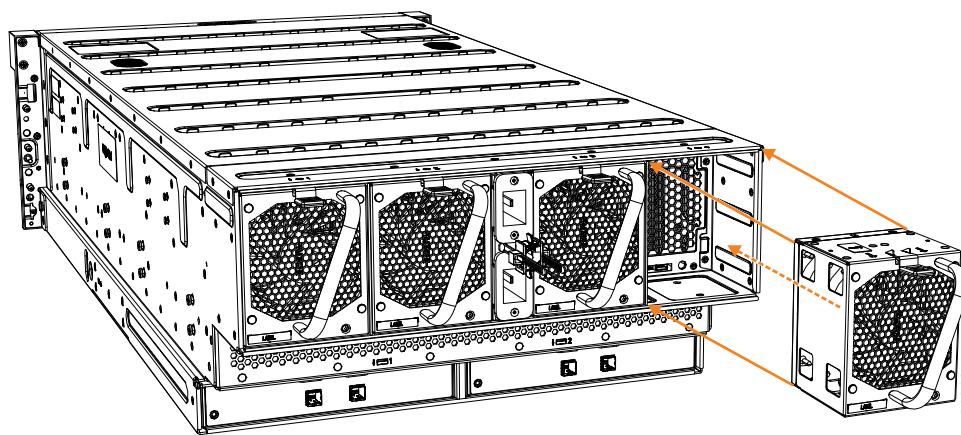

Figure 122. Retrait d'un module de ventilation
3. Utilisez la poignée pour retirer le module de ventilation du châssis du boîtier d'extension, comme indiqué dans figure 122.